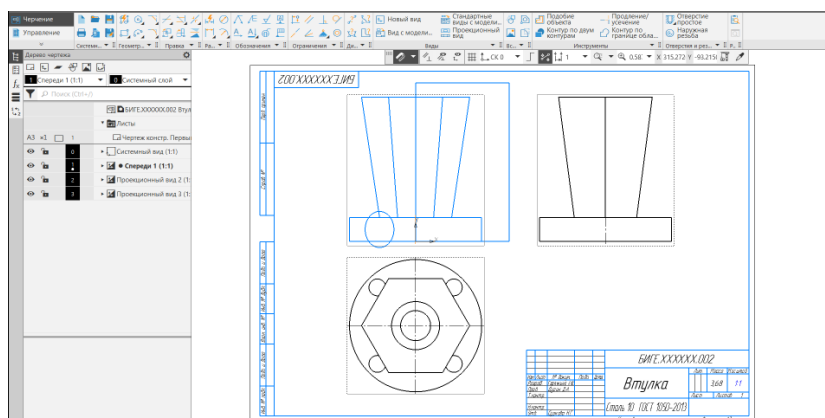

Рис. 21 Замкнутые области для выполнения команды «Местный разрез»
Изображение, на месте которого должен быть выполнен разрез, должно быть активным (основная линия подсвечена синим). Используя геометрический примитив прямоугольник по двум точкам из панели «Геометрия», выделить половину вида (место расположения разреза) (рис. 21). Для построения границы местного разреза допускается использовать **замкнутые** контуры, например: эллипс, окружность, прямоугольник и сплайн по точкам.
- **Черчение – Геометрия – Прямоугольник по двум точкам** (см. рис. 21).
- **Черчение – Геометрия – Эллипс** (см. рис. 21).